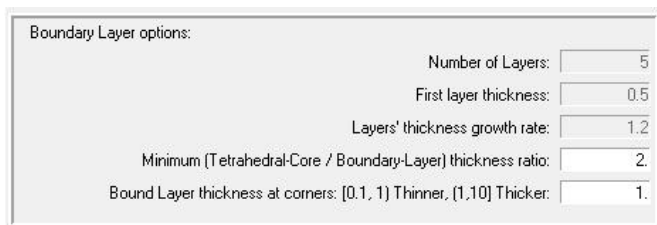

图 5-160 设置 Boundary Layer options
(14) 设置 Boundary Layer options，如图 5-160 所示。